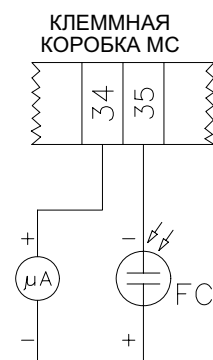
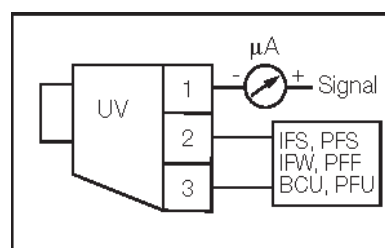

Рис. 31
Рис. 32
- Проверить и аккуратно почистить фотоэлемент UV улавливания пламени и, если необходимо, заменить его. В случае возникновения сомнения, проверить контрольный контур, после того, как горелка будет вновь запущена, согласно схеме на Рис. 31-Рис. 32;
Чтобы измерить контрольный сигнал, следовать схеме на Рис. 31. Если сигнал не укладывается в указанные значения, проверить электрические контакты, чистоту головки сгорания, положение фотоэлемента и при необходимости заменить его.
Для контроля тока обнаружения см. схему на Рис. 32. Если сигнал - ниже указанного значения, проверьте положение фотоэлемента, электрические контакты и при необходимости замените фотоэлемент.